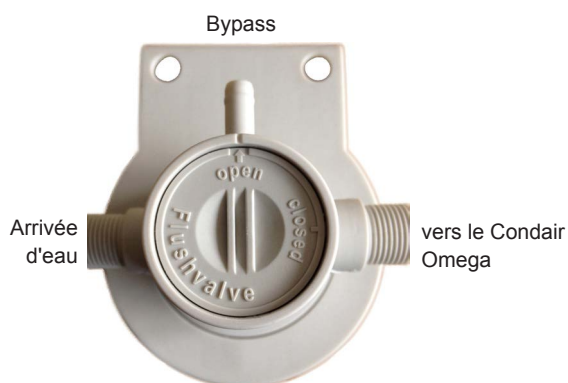
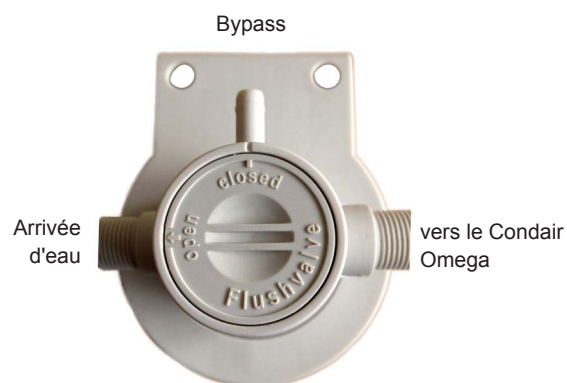

Fig. 20: Réglez la vanne sur « Bypass » (position de nettoyage)
Fig. 21: Réglez la vanne sur « Arrivée d'eau » (position de service)
9. Réglez la vanne sur la tête du filtre de telle façon que « open » soit sur « Bypass » (position de nettoyage, voir Fig. 20). Maintenez la vanne dans cette position jusqu'à ce que l'eau sortante ne comporte plus de bulles. Réglez ensuite la vanne sur la tête du filtre de telle façon que « open » soit sur « Arrivée d'eau » (position de service, voir Fig. 21).